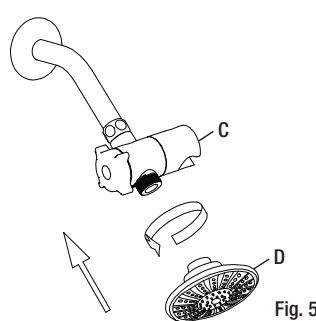

Fig. 5
3. Connecter la pomme de douche (D) à la vanne à 3 voies (C), voir Fig. 5.